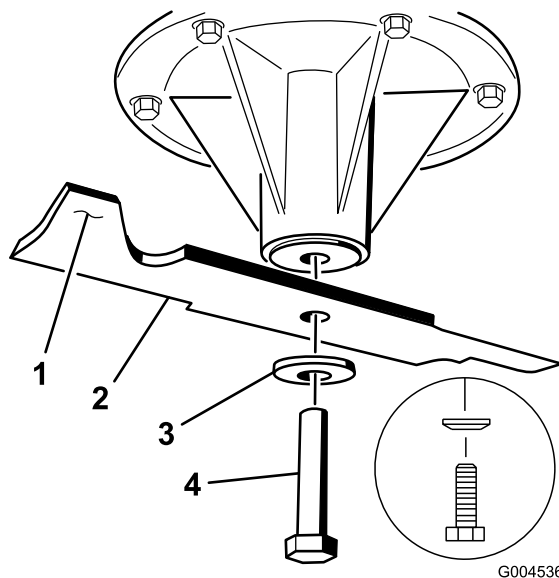

Figura 92
2. Togliete il bullone sinistro e centrale, la rondella curva e la lama dall'asse del fusello (Figura 92).